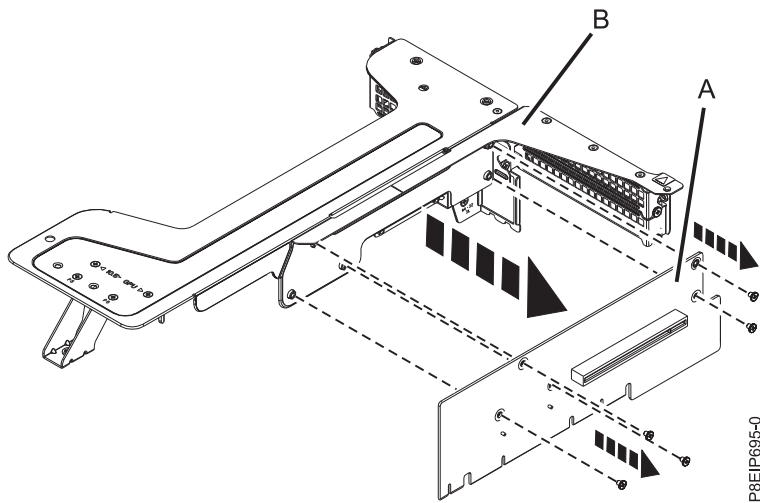

Figure 42. Retrait de la carte mezzanine dans la position 1
- j. Si la carte mezzanine en position 1 a besoin d'être remplacée, retirez-la du support du connecteur de bus. Retirez les cinq vis qui fixent la carte mezzanine au support du connecteur de bus, comme indiqué dans la figure 42.